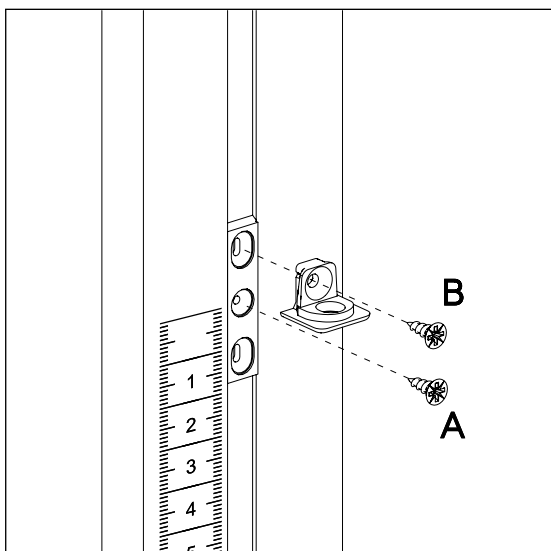
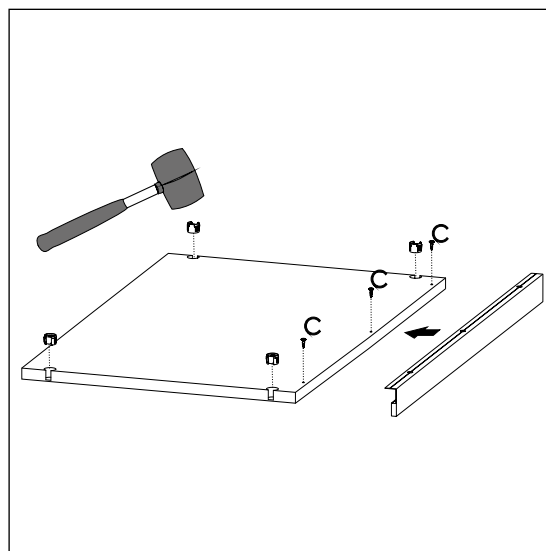
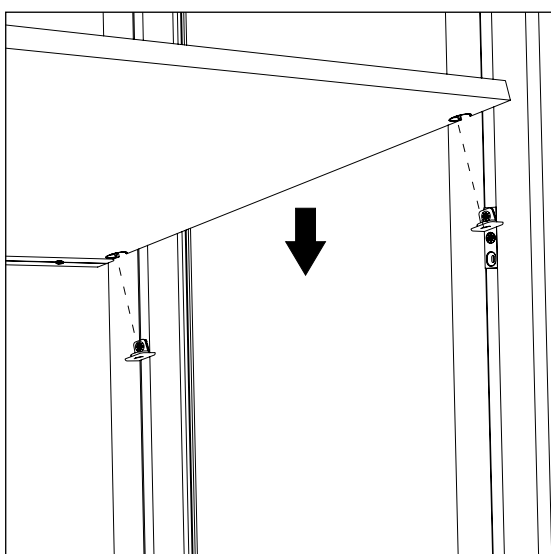
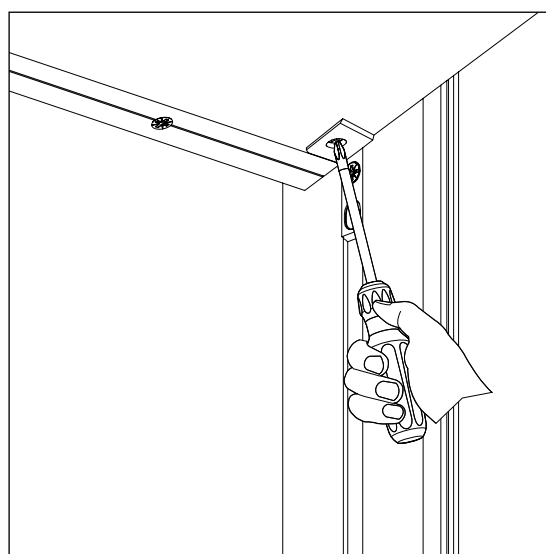

РИС. 22
РИС. 23
РИС. 24
РИС. 25
Установите монтажные планки SPC-03 в левом и правом основном профиле SPC-08 на необходимой высоте и закрепите их саморезами (A) 3x9 в центральное отверстие Рис. 22. Закрепите полкодержатели PK2 в основных профилях SPC-08 через монтажные планки SPC-03 при помощи саморезов (B) 3x13 Рис.22. В полке произведите монтаж ответных частей полкодержателей PK2 и алюминиевого упора Рис. 23. Установите полку на полкодержатели PK2 Рис. 24 и зафиксируйте её при помощи крестообразной отвертки Рис. 25.